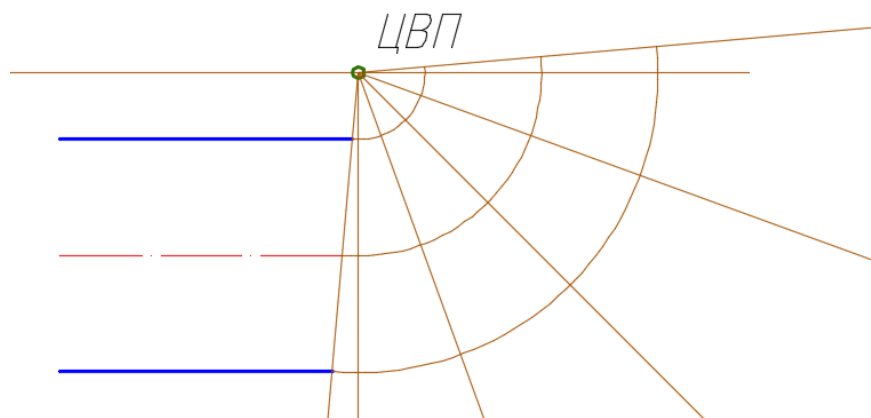

Рис. 113. Обрезка лишних частей вспомогательных окружностей
– удалить лишние части окружностей с помощью операций **Редактирование** → **Обрезать** → границы обрезки *ЛКМ* на два крайние сварные шва (рис. 113).